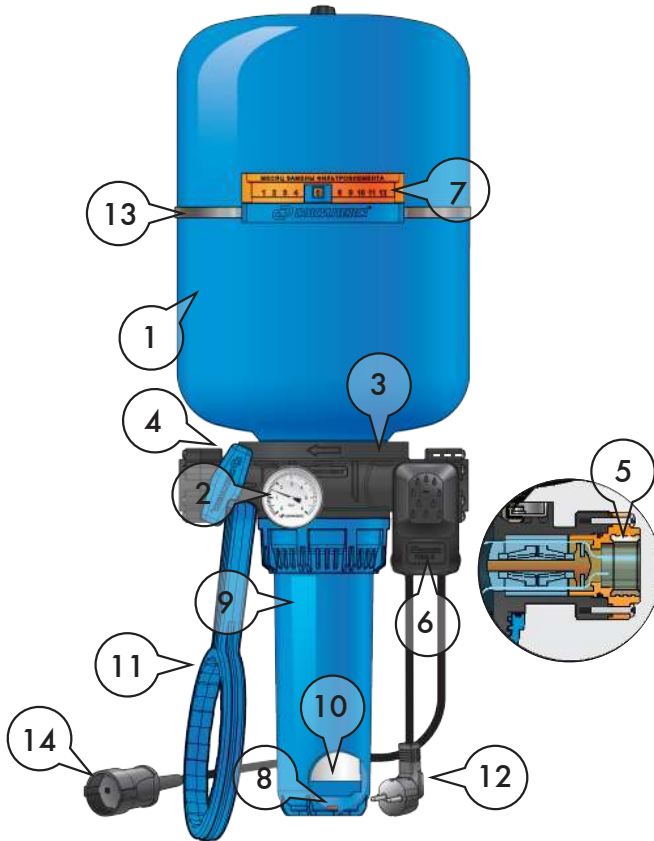

Рисунок 2
КРАБ (рисунок 2) состоит из корпуса (3) с местом крепления гидроаккумулятора (1), колбы фильтра (9), манометра (2) и реле давления (6). Корпус имеет входной резьбовой патрубок 1" со встроенным обратным клапаном (5) и выходной резьбовой патрубок 1" со шаровым краном (4).